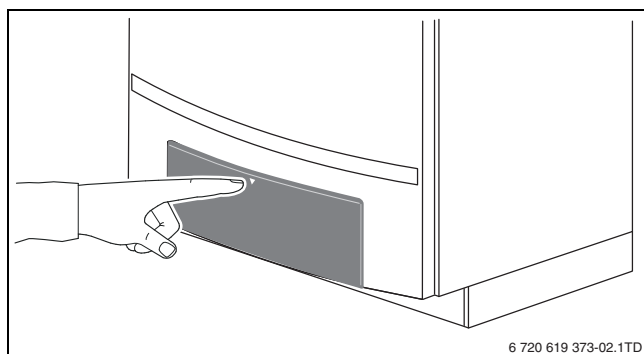

Bild 38 Bedienfeld öffnen
- Bedienfeld durch Drücken öffnen (→ Bild 38).